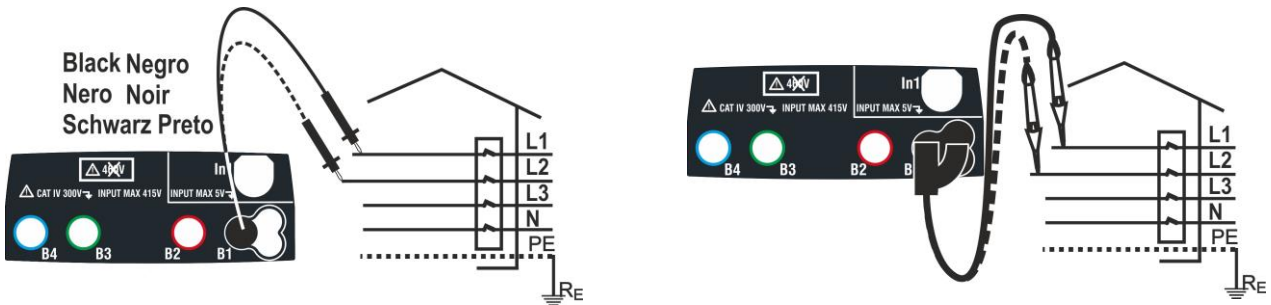

Fig. 24 : Vérification du sens cyclique des phases 1T avec borne et embout à distance
3. Insérer les connecteurs bleu et noir des câbles simples dans les entrées correspondantes de l'instrument B4, B1 (mesure 2T). Insérer les crocodiles ou les embouts correspondants dans l'extrémité des câbles restée dégagée. Le cas échéant, utiliser l'embout à distance en insérant son connecteur multipolaire dans l'entrée B1. Connecter les crocodiles, les embouts ou l'embout à distance dans la phase L1 et N conformément à Fig. 24 et Fig. 25.
Dans ces conditions, connecter les crocodiles, les embouts ou l'embout à distance à la phase L2 et N conformément à Fig. 24 et Fig. 25.